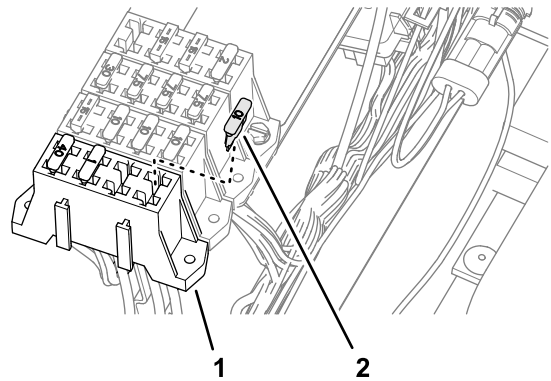

Bild 100
5. Stecken Sie die Sicherung (10 A) in die Sicherungsfassung (Bild 100) für die optionale